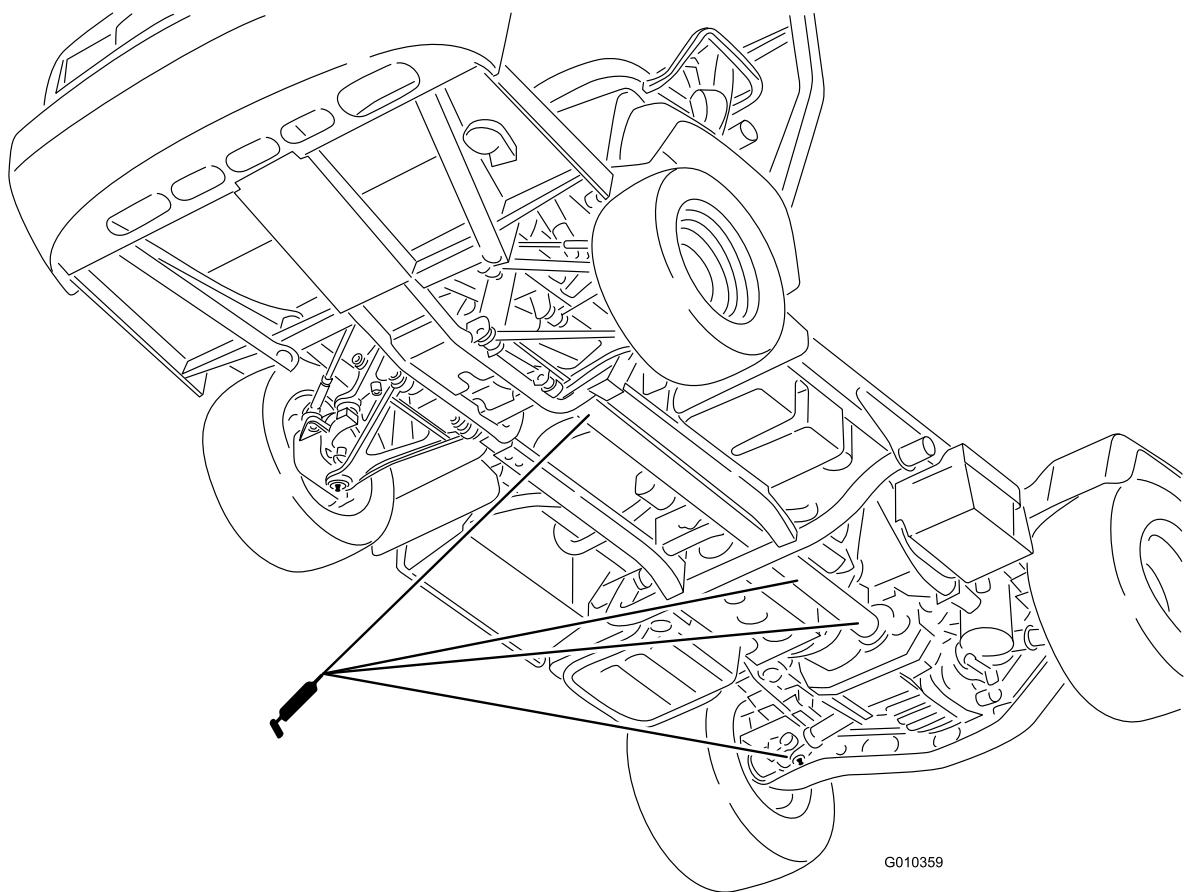

Figura 44
- Giunto a U (18) e albero della trasmissione integrale (3) (Figura 44)